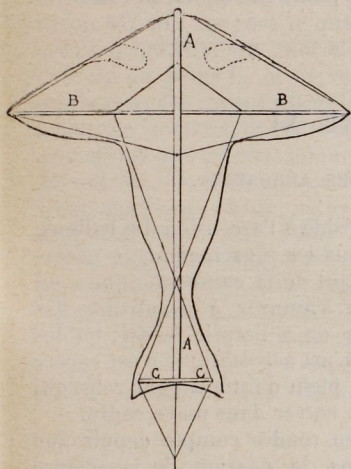

Fig. 49. — Squelette de l'oiseau volant.
Le squelette (fig. 49) se compose d'une épine (AA) et d'une traverse (BB), fixée à peu près au tiers de la longueur de l'épine, à partir du sommet ; une autre traverse, beaucoup moins longue
La tête et le bec sont formés par du carton découpé, non en suivant exactement les contours de la carcasse, mais en formant le dessin d'un oiseau, comme on le voit par les lignes ponctuées de notre figure 49, — ou par un brin d'osier fendu, que l'on maintient au sommet de l'épine en l'enfonçant dans une coche.
Les ficelles étant placées comme le montrent les lignes fines de notre figure 49, le squelette est complet.